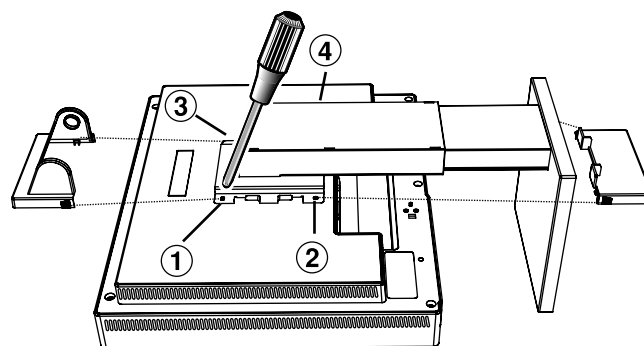

Рисунок S.2
4. Отвинтите 4 винта, крепящие монитор к подставке, и снимите подставку в сборе (**Рисунок S.2**). Теперь монитор готов к установке в другом положении.